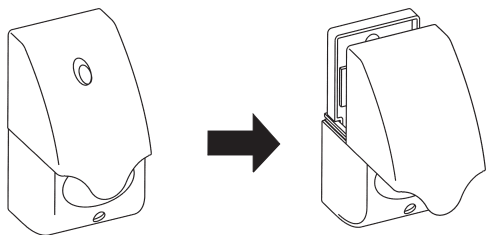

Рисунок 3
7.2 Снимите крышку батарейного отсека с сирены, придерживая светорассеиватель и потянув крышку наверх (см. рисунок 3).
9.2 Установите крышку батарейного отсека, для этого придерживая светорассеиватель, вставьте крышку в направляющие (8) и нажмите до упора (см. рисунок 3).